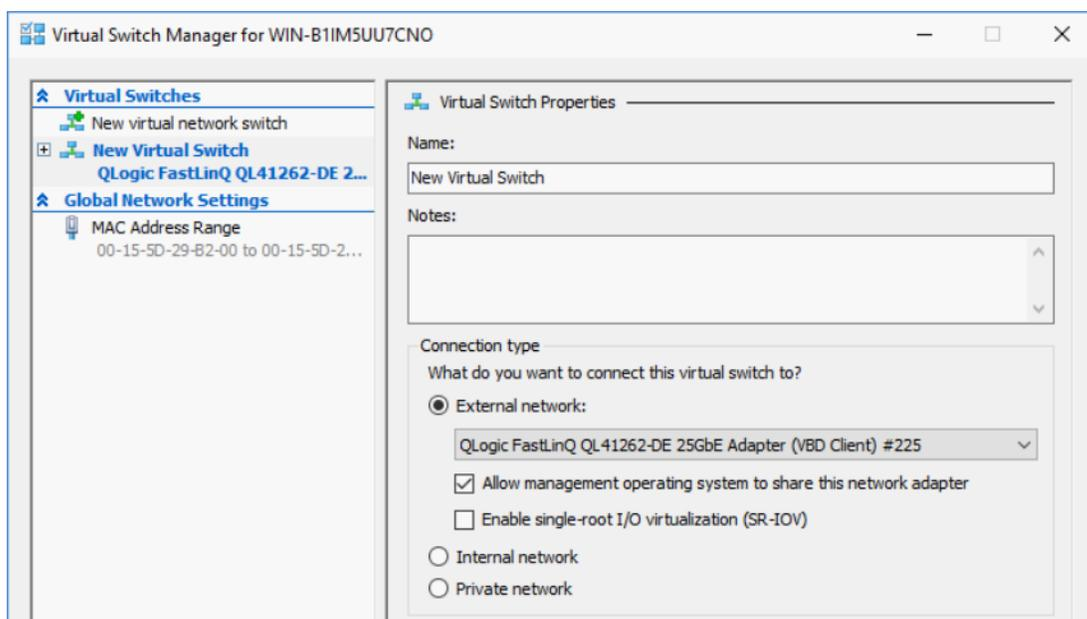

Abbildung 13-1. Aktivieren von RDMA auf der virtuellen Host-NIC
2. Klicken Sie auf **Virtual Switch Manager** (Manager für virtuellen Switch) (siehe Abbildung 13-1).